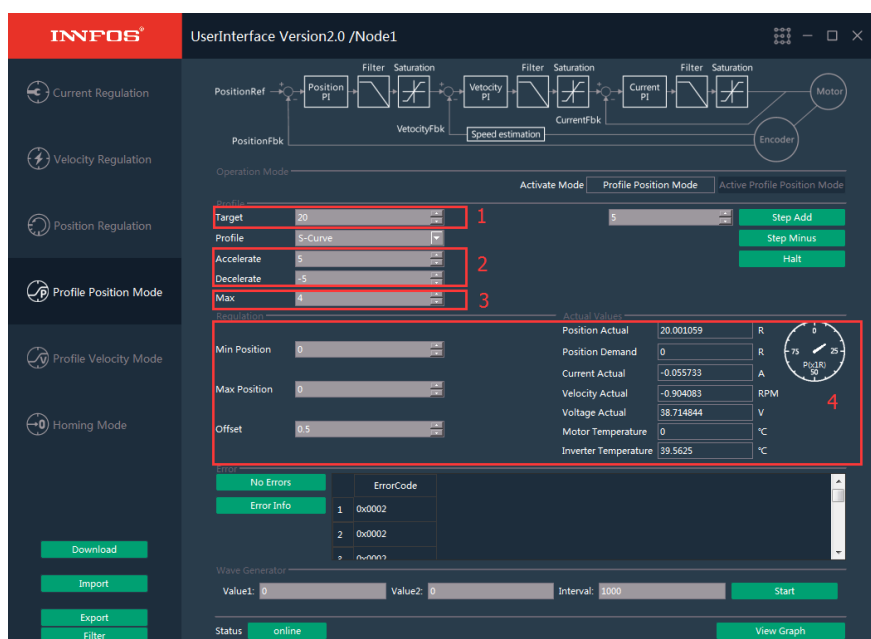

图 44
注：不用的通道偏置设置为 0，放大设置为 1（如图 44 中 channel2 和 channel3）
- 2) 微伺服开始转动后，在状态值栏可以看到当前微伺服的各项参数值，如图 44 的 5 处
- 3) 图 44 的 3 处的 Accelerate 框和 Decelerate 框为 S 曲线模式下的速度上升和下降的平缓度，例如：Accelerate 值越大，微伺服达到最大速度的时间越短，Accelerate 值越小，微伺服达到最大转速的时间越长。Decelerate 值越大，微伺服从最大速度降低到零的时间越短，Decelerate 值越小，微伺服从最大速度降低到零的时间越长。